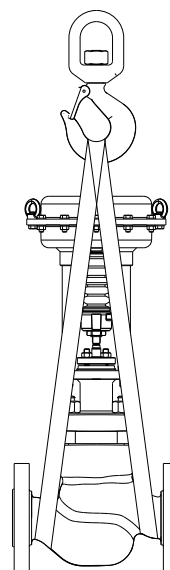

Figure 1 : Engin de levage
- Utiliser un engin de levage approprié pour soulever la vanne. Celui-ci doit être fixé sur le corps de la vanne comme présenté sur la Figure 1, et non sur la tige ou l'actionneur. Veiller à éviter toute chute, tout basculement et tout glissement de la vanne de régulation.